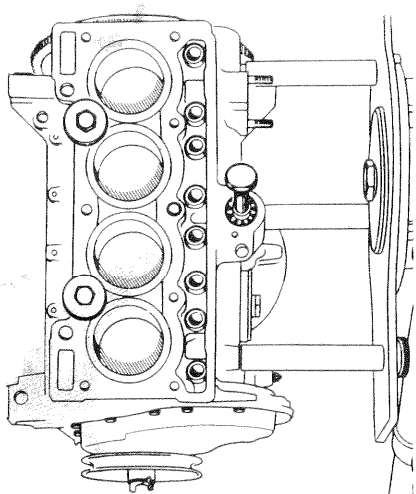

Fig. 28. — Mise en place des rondelles de maintien des chemises
- Placer les rondelles de maintien des chemises (Mot. 124) (fig. 28).
- Sortir le pignon d'entraînement de l'allumeur et de la pompe à huile, à l'aide d'une tige de  $\varnothing$  12 mm fileté au pas de 175 (fig. 28).